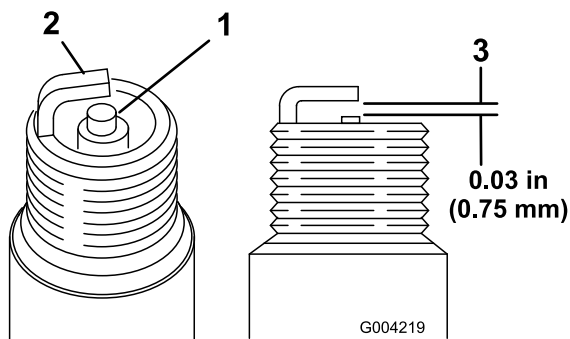

図 50
1. 中央の電極部を観察する (図 50)。絶縁体部がうす茶色や灰色なら適正、碍子が黒くなっているのは不完全燃焼である (エアクリーナの汚れが原因であることが多い)。
2. プラグの電極間のエアギャップ (図 50) を点検し、
3. 適正值から外れていれば外側の電極 (図 50) を曲げて調整する。